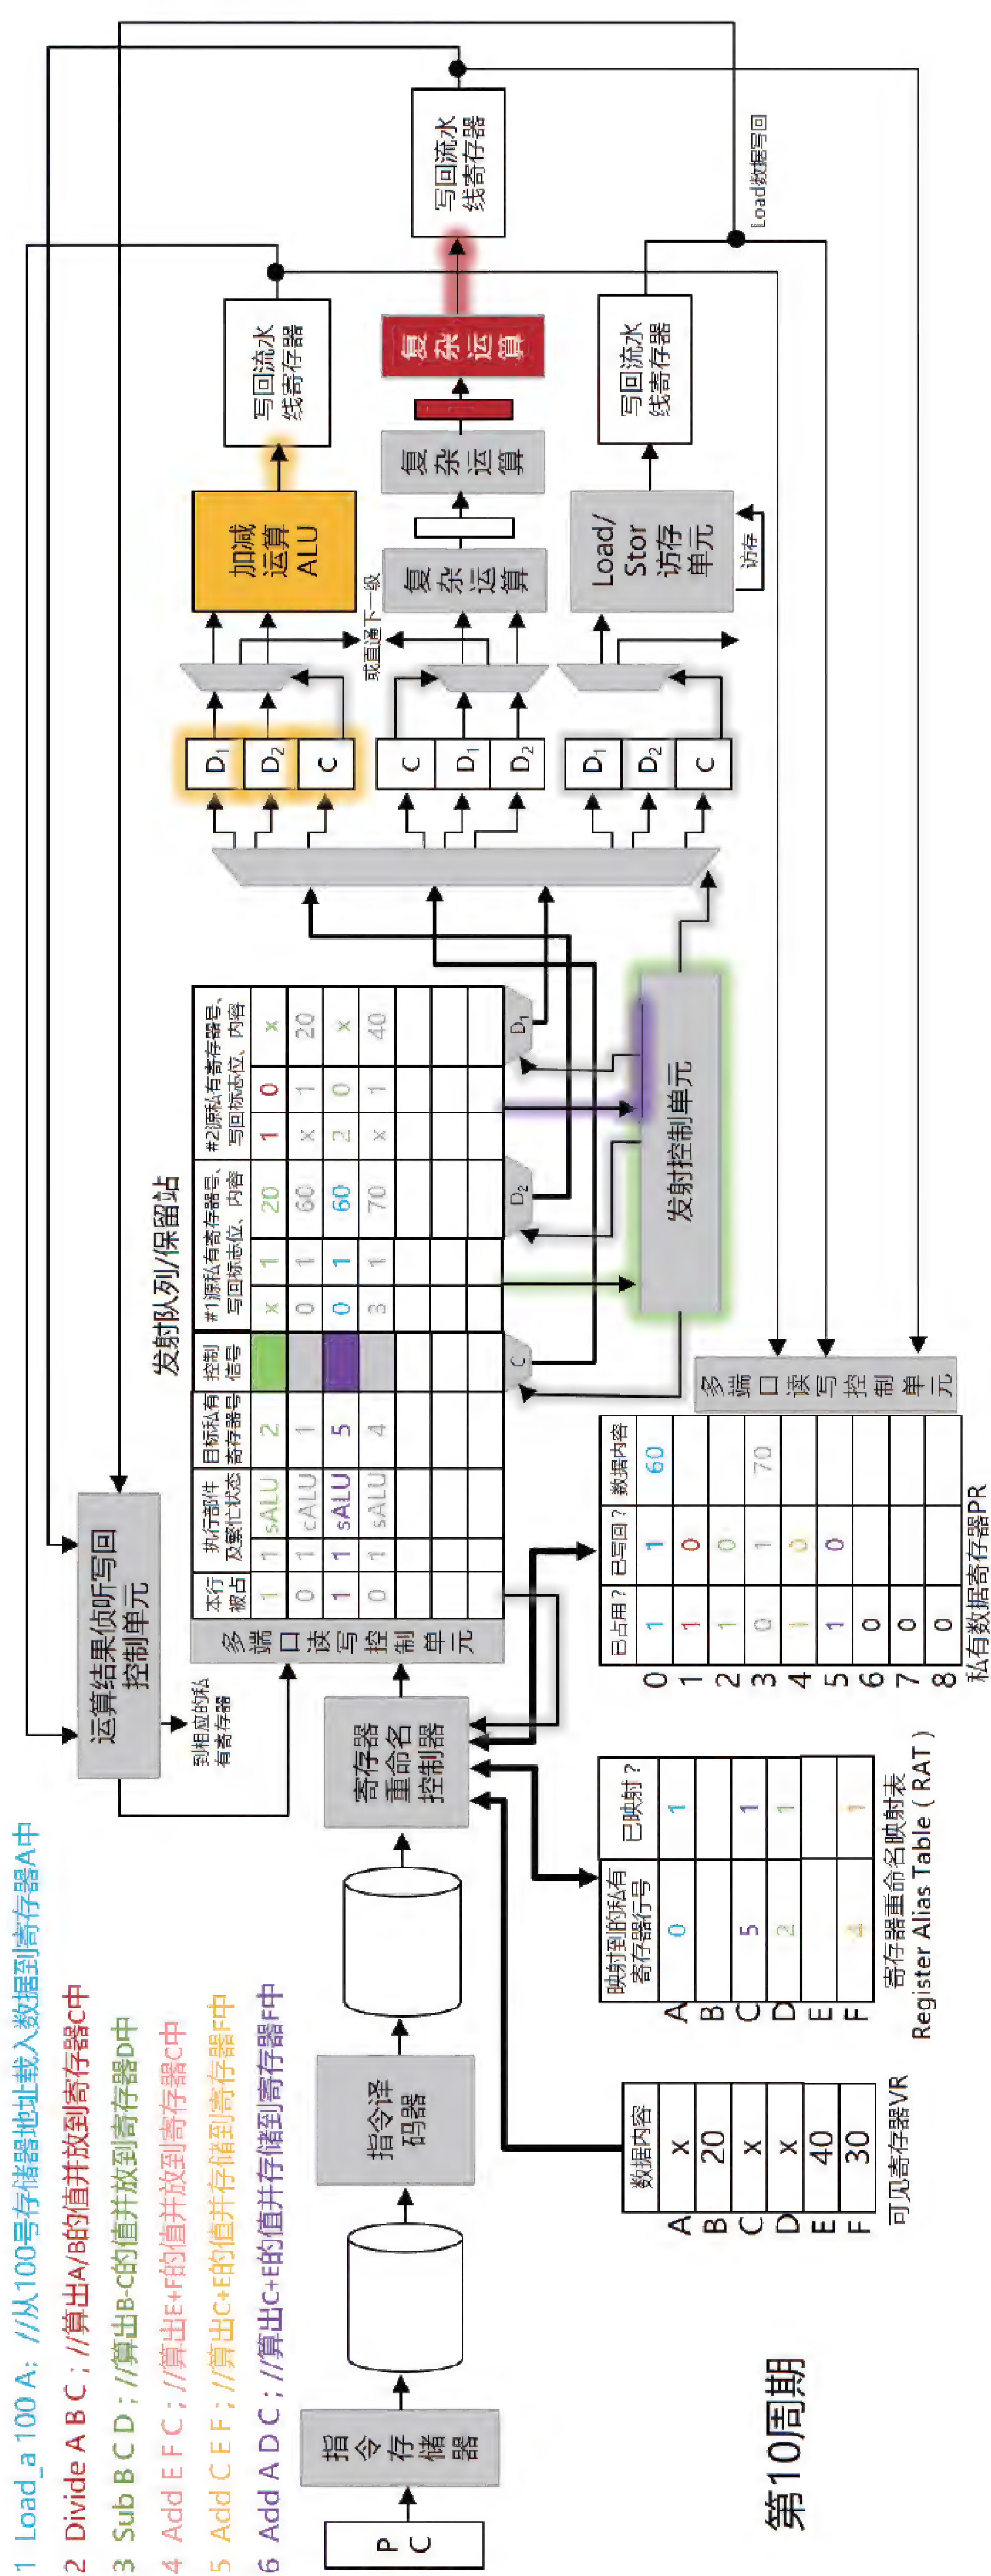

图4-58 第10周期执行过程
**第10周期：**如图4-58所示。本周期边沿时，黄色指令的数据和控制信号被锁入sALU前端寄存器并输